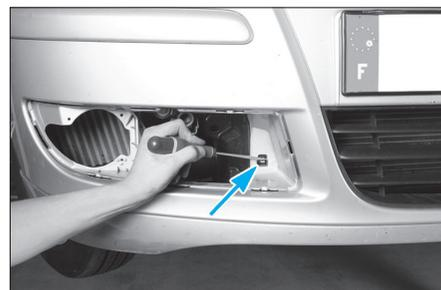

Fig. 7
- Dégraffer les grilles d'antibrouillard, puis dégraffer de chaque côté le bouclier avant comme illustré (Fig.7).